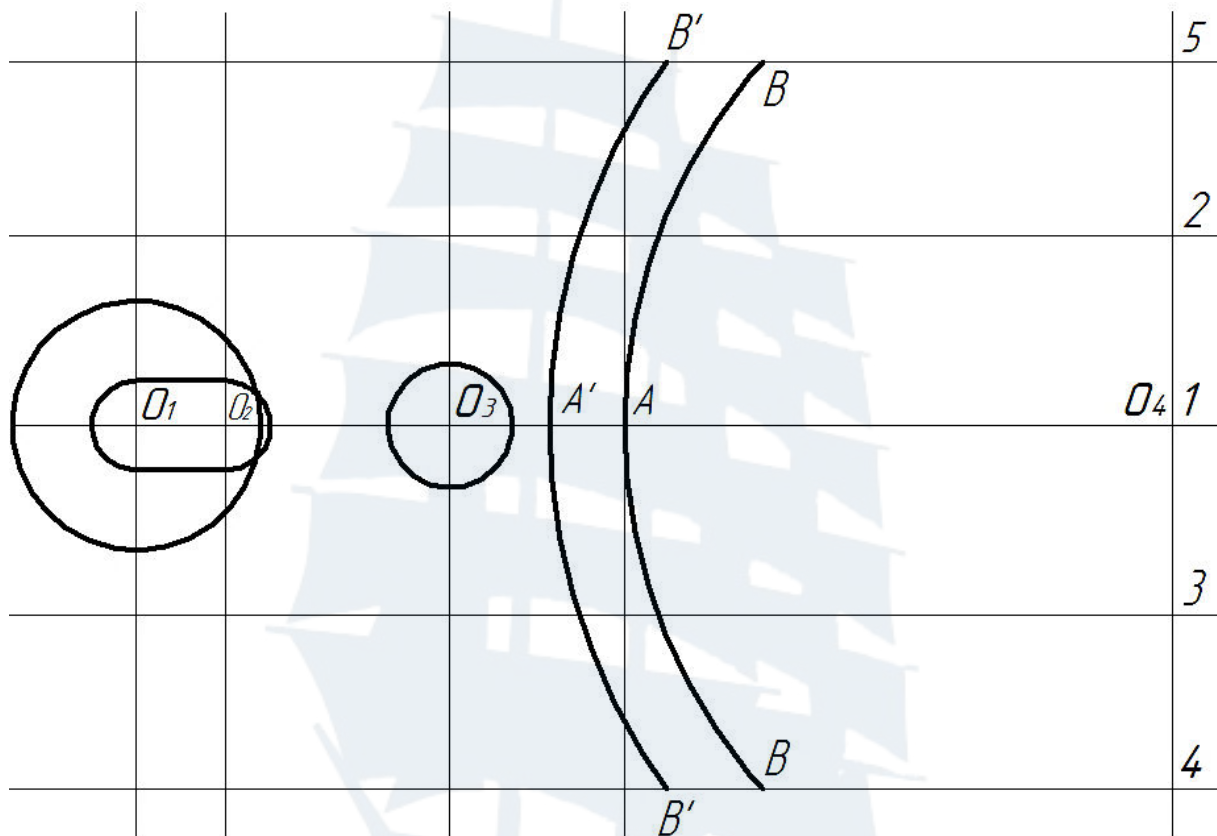

Рис. 126
13. Построить зеркальное отражение дуг **АВ** и **А'В'**, построенных согласно п.п. 10 и 12 относительно линии 1, используя команду **Отразить зеркально** (рис. 126).